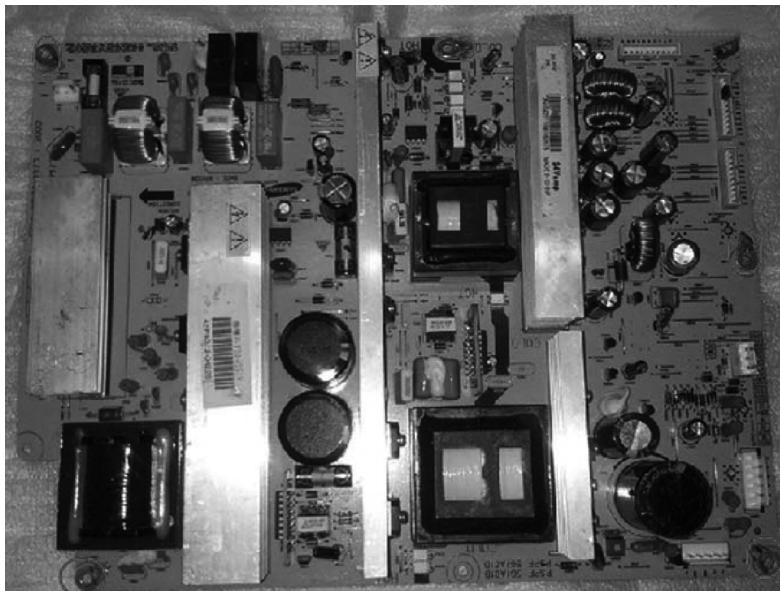

图3-30 电源高压板的接边孔
⑨ 安装电源高压板时，应将电源高压板的接边孔（见图3-30）连接到液晶电视开关电源的金属壳上，以免产生干扰。